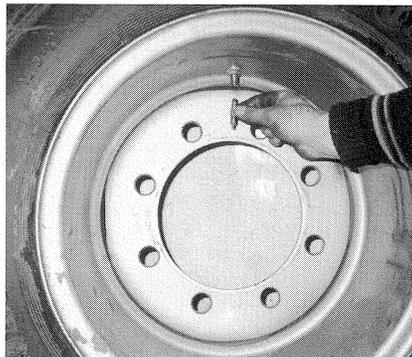

Bild 58
2. Ventileinsatz herausdrehen und Verbindungsmutter eindrehen (Bild 58).